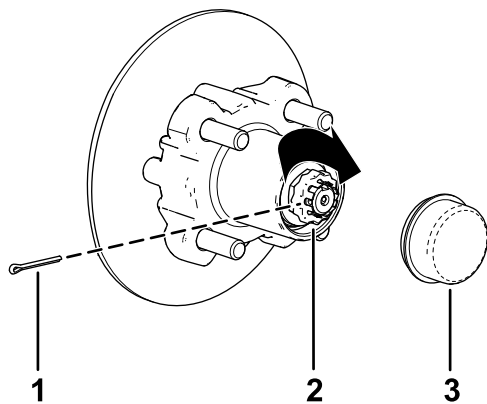

Figura 26
8. Instalați opritorul peste piuliă și verificați alinierea fantei din opritor și a orificiului din ax pentru cuiul spintecat (Figura 26).
9. Montai cuiul spintecat i îndoii picioarele în jurul oprirotorului (Figura 26).
10. Montai capacul anti-praf pe butuc (Figura 26).